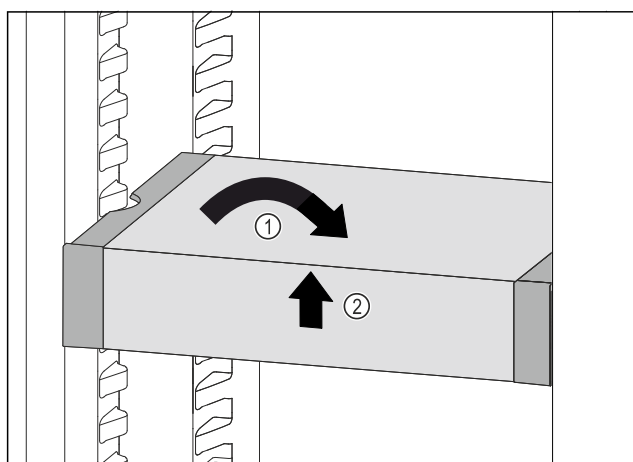

Fig. 156
- ▶ VarioSafe postavte rovně. Fig. 156 (1)
- ▶ VarioSafe vpředu zvedněte. Fig. 156 (2)